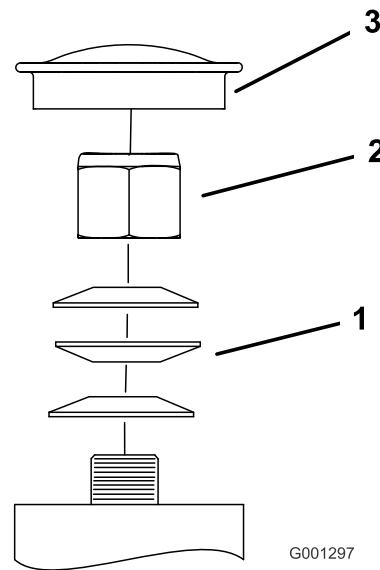

Figura 69
3. Retire el tapón guardapolvo de la rueda giratoria y apriete la contratuerca (Figura 69).
4. Apriete la contratuerca hasta que las arandelas de muelle estén planas, luego afloje 1/4 de vuelta para establecer la pre-carga correcta de los cojinetes ( ).Figura 69
**Importante:** Asegúrese de que las arandelas de muelle están correctamente instaladas, según se muestra en Figura 69.
5. Coloque el tapón guardapolvo (Figura 69).